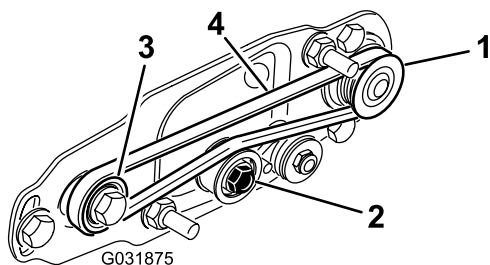

图 26
A. 先缠绕驱动皮带轮周围的皮带然后再缠绕总轮皮带轮顶部上方的皮带 图 26。
- B. 启动从动皮带轮上的皮带 图 26。